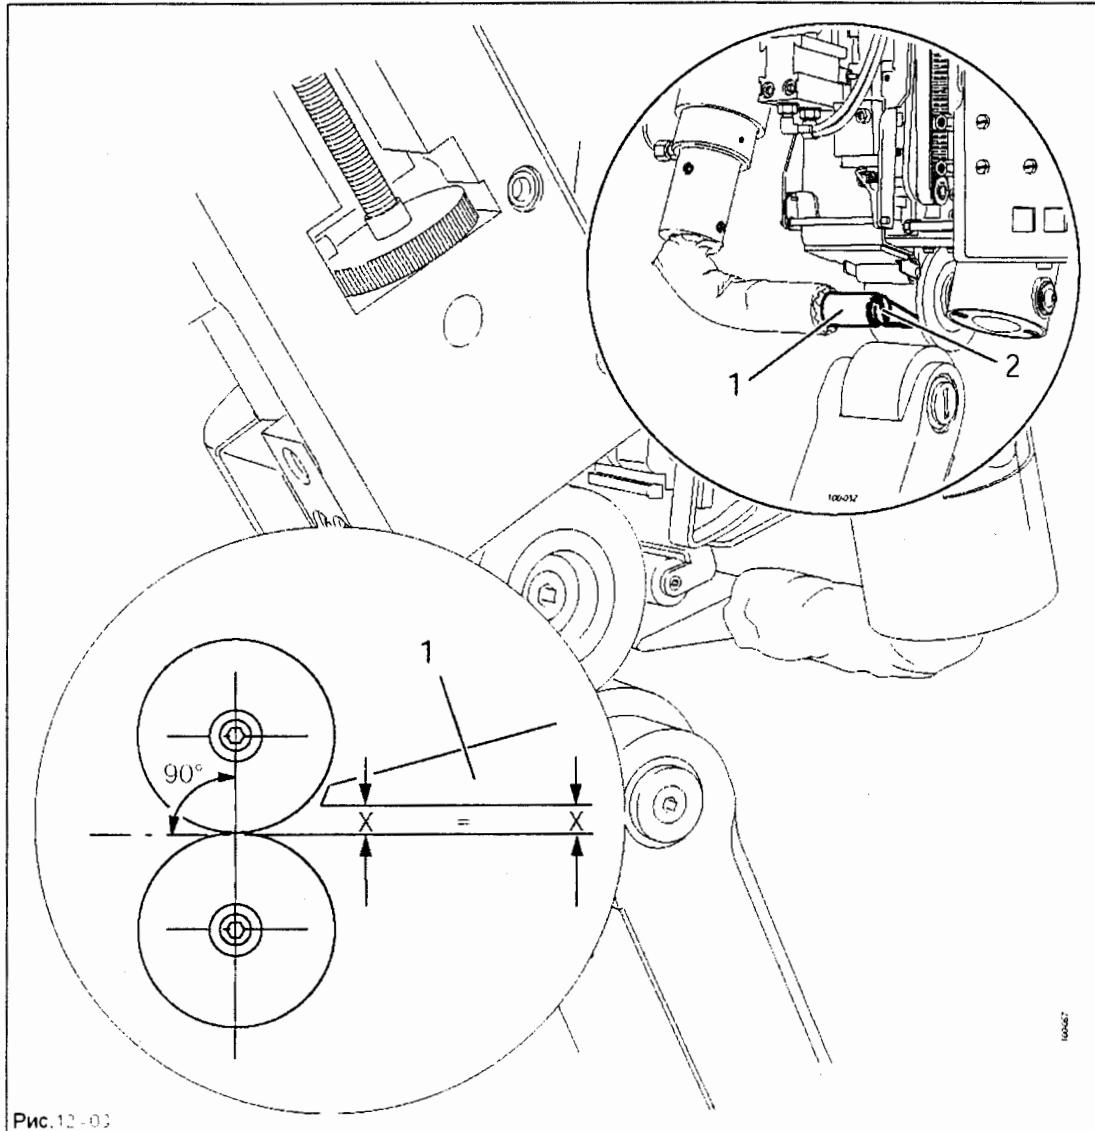

Рис.12-01
- Регулировка высоты сопла 5 зависит от материала и может быть установлена между 5 и 12 мм, см. увеличение на рис. 12.01.
Сопло горячего воздуха 1 должно быть расположено как показано на увеличение рис.12.01.